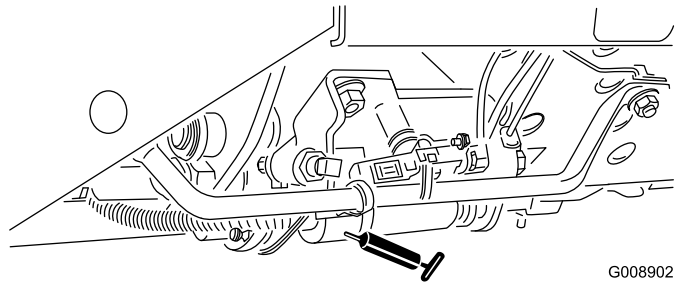

Figura 37
- Mando segar/transportar (Figura 37)